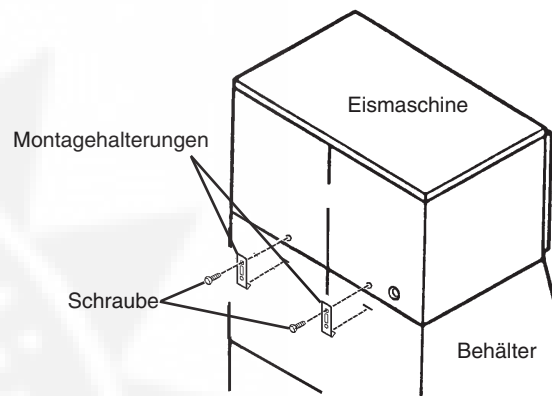

Abb. 2
- 4) Den Eisbereiter mit den zwei Montageklammern und den mitgelieferten Bolzen am Vorratsbehälter befestigen. Siehe Abb. 2.